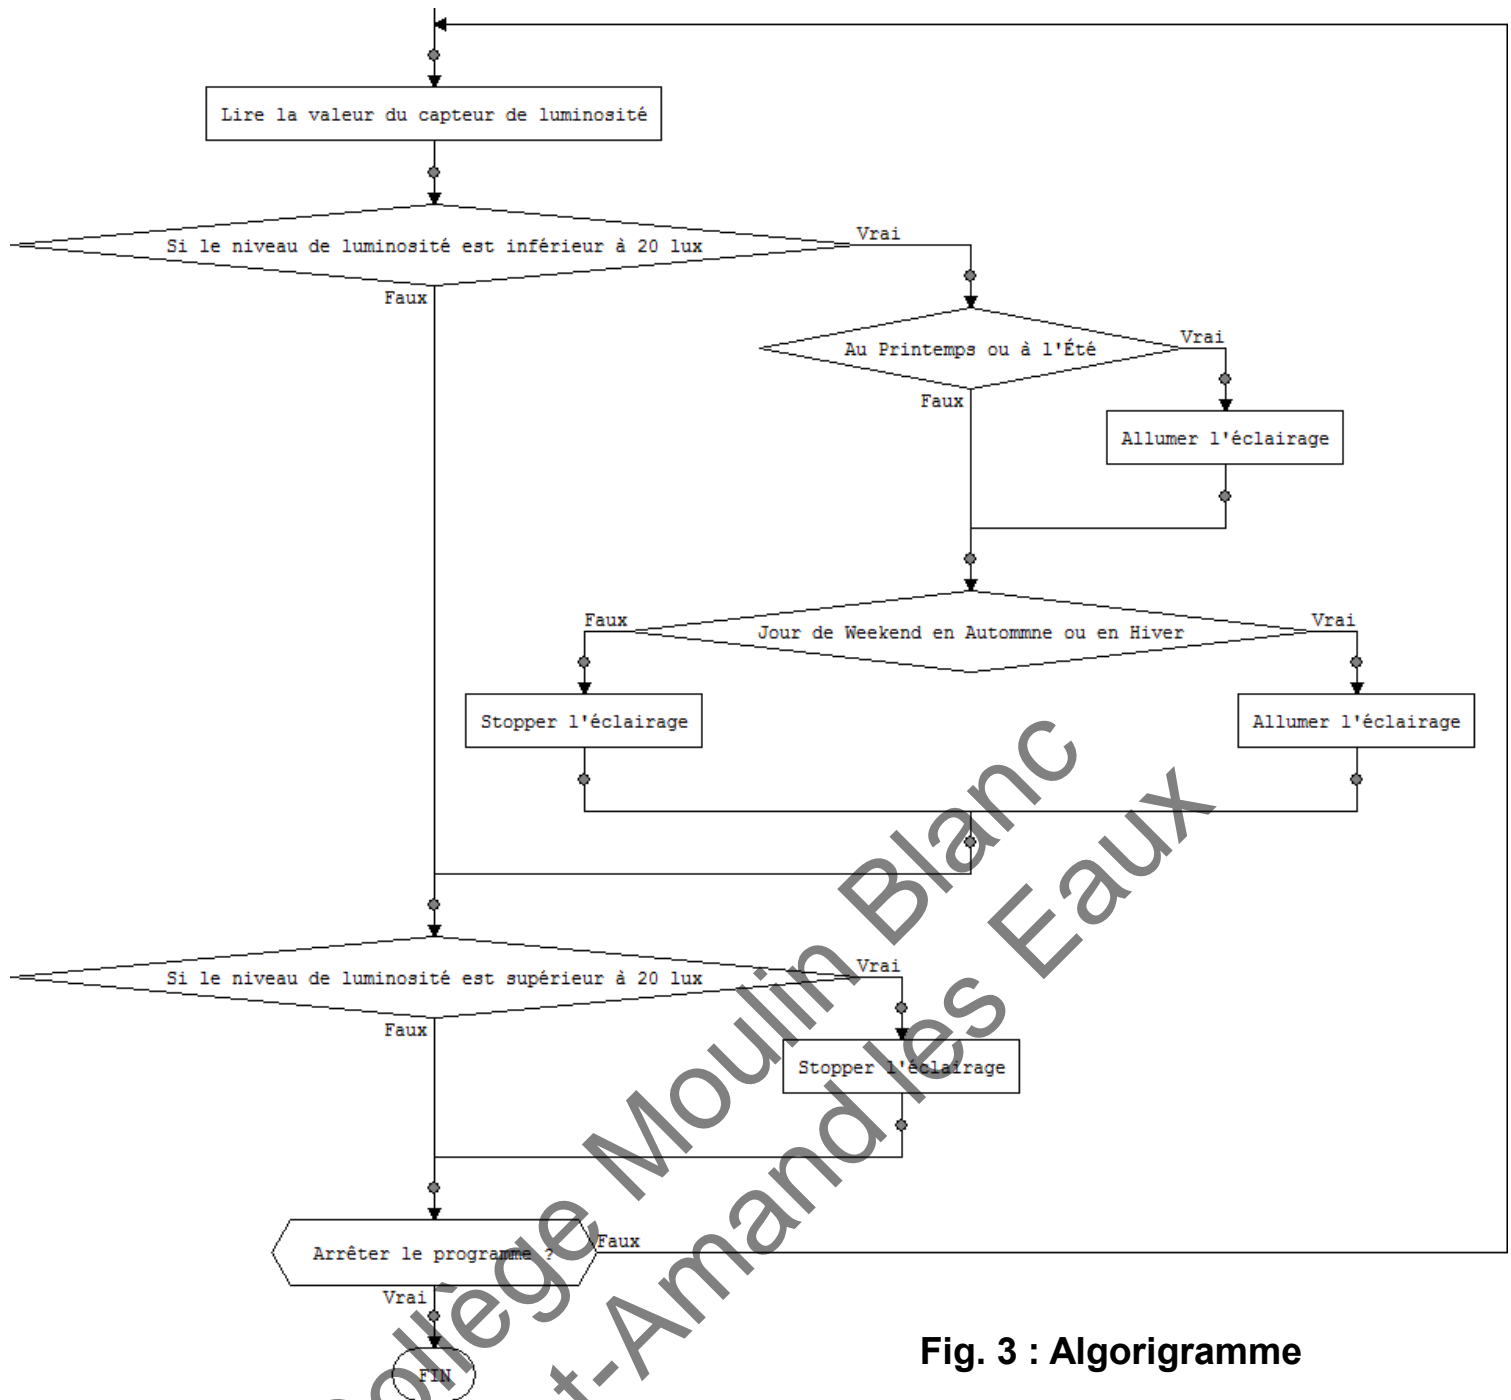

Fig. 3 : Algorigramme
3.1 D'après l'extrait de l'algorigramme proposé (Fig. 3), compléter le tableau en fonction de la date du jour et de la valeur donnée par le capteur de luminosité.